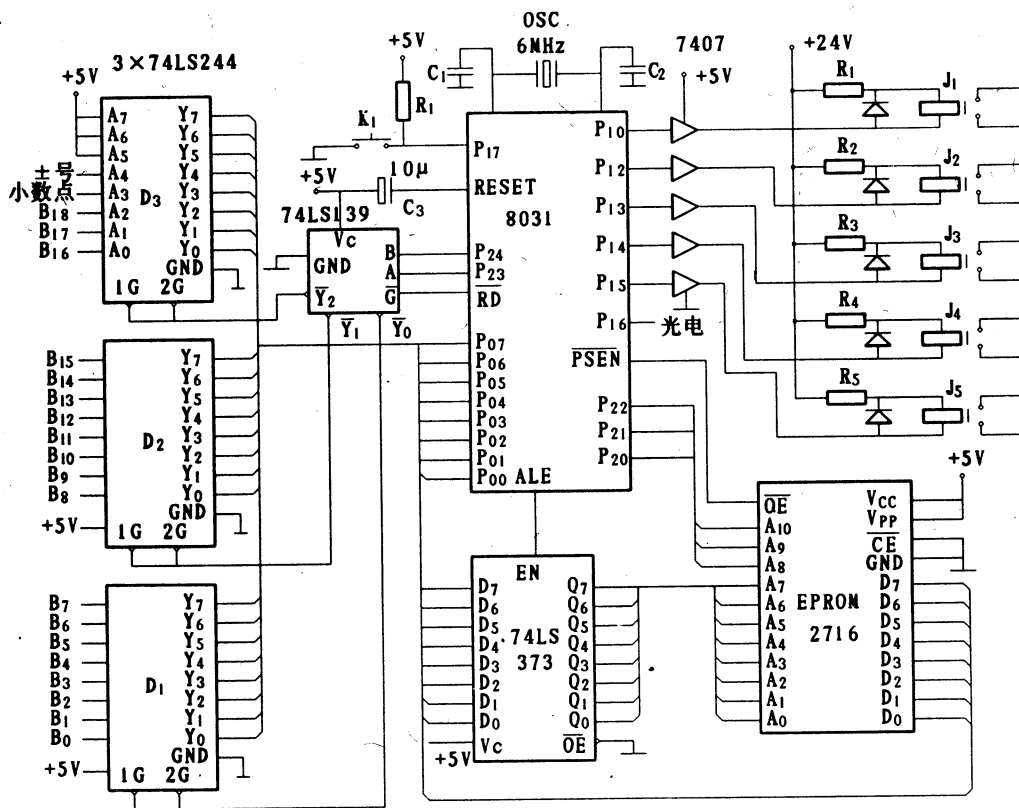

图 3
对于输出变量的隶属函数, 是用单点表示的。输出变量的隶属函数的形状如图 3 所示。很明显, 在图中, 负大, 负中...正中, 正大等都是用一个点来表示的。
采用一片 EPROM(2716)作为单片机的片外程序存储器,容量为 2K 字节,其中固化了本系统的控制程序,它与单片机的连接如图 3 所示。由于 Po 口为数据/地址分时复用口,因而用一片锁存器(74LS373)锁存低八位地址。
由三片 74LS244 三态缓冲器(图 3 中的 D1、D2、D3)及一片译码器(74LS139)组成,D1、D2 及 D3 的输入端与
电子天平 PPI 输出接口连接,(各连接引脚含义如图 3 所标示),B0~B18 输入的是电子天平测出的重量数据,由 D3 的 A3 端输入天平显示重量的小数点,D3 的 A4 脚输入天平显示数据的正、负号。显示“+”号时,A4 为“0”;显示“-”号时,A4 为“1”。单片机以 \overline{RD} 线控制译码器(74LS139)的工作,由 P2 口的 P23 及 P24 给出地址信息,经译码器译码后对 D1、D2 及 D3 进行片选,天平接口输出的数据就从此电路送入单片机。
电路由一片六同相缓冲器/驱动器(74LS07)及五个继电器组成,如图 3 所示。当单片机确认从天平输入的数据为球重准确值后,就从 P1 口输出命令,使相应继电器动作,打开该通道活门将球送出。
(1)由反复试验知,取数据之前应首先检测天平输出的第21位(图3中D3的A4引脚)是“1”还是“0”,只有查询到该